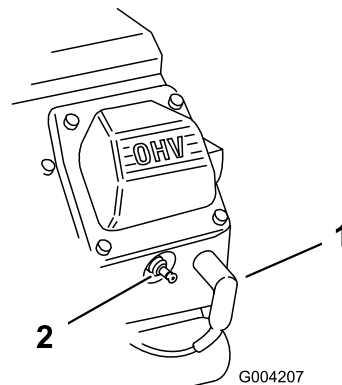

图48
2. 将电线拉离火花塞图48。
3. 将电线压到火花塞上图48。